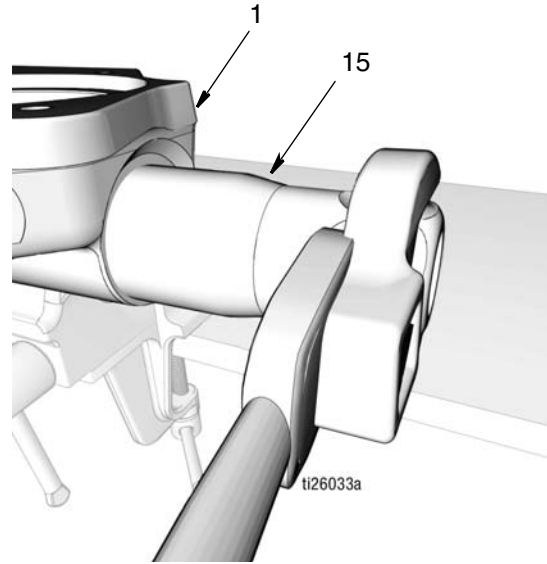

图 44
- c. 将出口止回阀 (15) 拧入泵底座 (1) (图 44)。拧紧。用 50-55 磅英尺 (67.8-74.5 N•m) 的扭力拧紧。